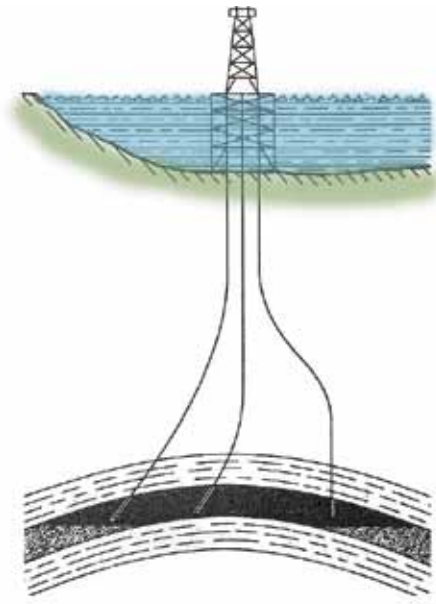

Figura 5. Múltiples pozos desde una plataforma marina.
- f. Perforar en el mar varios pozos desde una misma plataforma de perforación (figura 5).